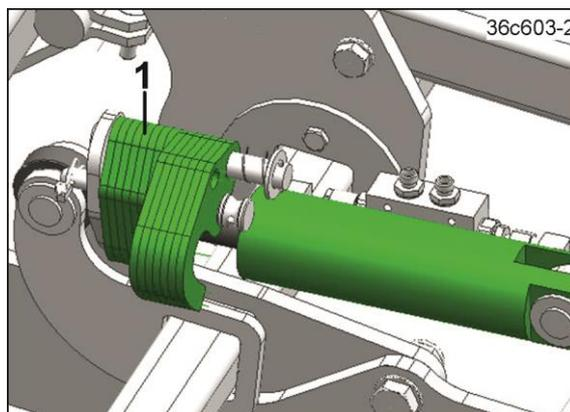

Fig. 289
- 7.1 Der Hydraulikzylinder legt sich an den Anschläge (Fig. 289/1) an.